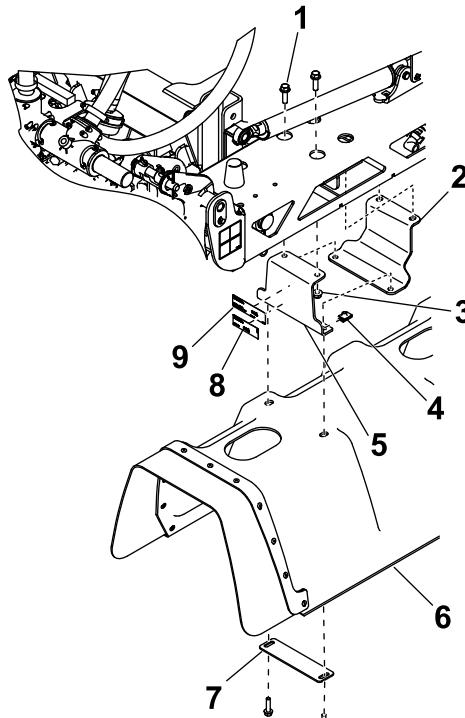

Figura 8
Aplique la pegatina del número de modelo/serie y la pegatina legal a uno de los soportes del brazo central, según se muestra en Figura 8.
1. Instale los 2 soportes centrales y las placas de montaje en el brazo central usando 2 pernos de cabeza hexagonal (3/8" x 1 1/4") y 2 tuercas con arandela prensada (3/8"), según se muestra en Figura 8.
2. Instale la cubierta central en los soportes del brazo central con 4 tuercas de chapa, 2 chapas-arandela y 4 pernos de cabeza hexagonal ($5/16$ " x $1\frac{1}{4}"), según se muestra en Figura 8.$